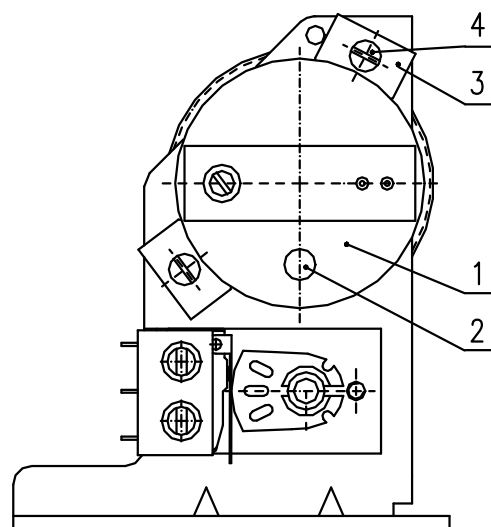

Рис. 8
- подстроить сигнал 4 мА, для осуществления чего нужно после освобождения крепежных винтов накладок датчика (рис.8) вращать датчиком до достижения требуемой величины, т.е. 4 мА + 0,2 мА; крепежные винты снова подтянуть